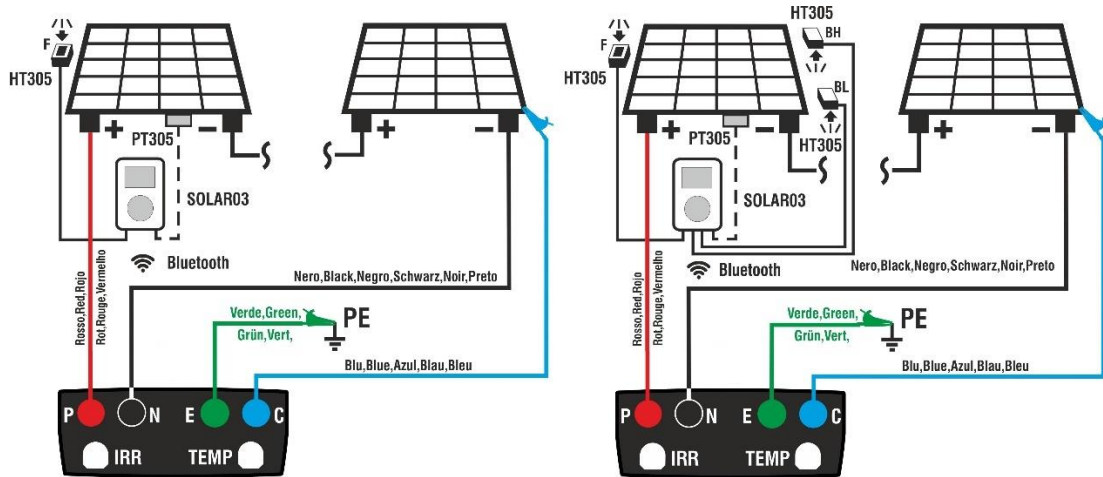

Fig. 13: Uso con SOLAR03 in connessione diretta su moduli Mono/Bifacciali
3. Collegare lo strumento al modulo/stringa in prova ed eventualmente al nodo principale di terra dell'impianto e alle masse metalliche messe a terra come mostrato in Fig. 13. In particolare: